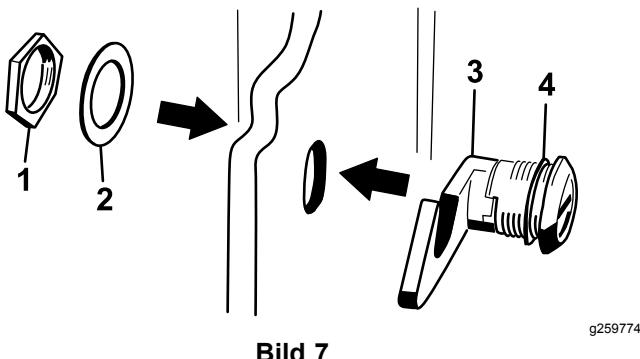

Bild 7
3. Nehmen Sie die Mutter vom Motorhaubenriegel ab (Bild 7).
4. Setzen Sie das Hakenende des Riegels von außen durch das Loch in der Motorhaube; stellen Sie sicher, dass die Gummidichtungsscheibe an der Außenseite der Motorhaube bleibt (Bild 7).